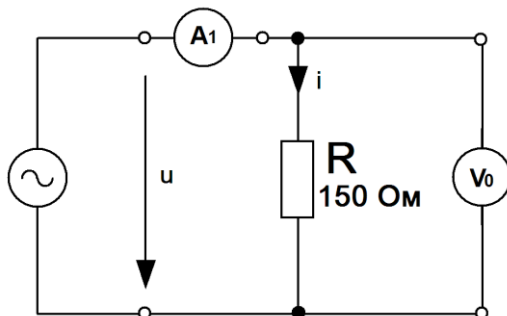

Рис.11.3 Схема цепи
• Соберите цепь согласно схеме (рис.11.3), подключите регулируемый источник синусоидального напряжения ( $U = 3...7\text{В}$ ,  $f = 0,2...1\text{кГц}$ ). В качестве измерительных приборов включите в схему каналы коннектора